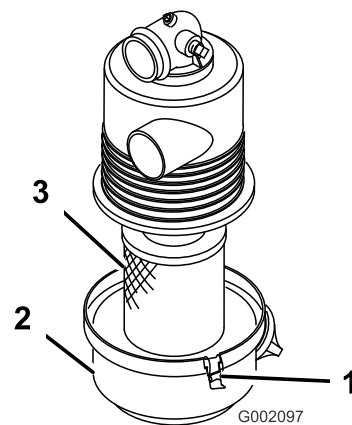

Рисунок 16
1. Проверьте корпус воздухоочистителя на отсутствие повреждений, которые могут вызвать утечку воздуха. Убедитесь, что крышка герметично установлена на корпусе воздухоочистителя (Рисунок 16).
2. Отпустите фиксаторы, крепящие крышку воздушного фильтра на его корпусе (Рисунок 16).
3. Отделите крышку от корпуса и очистите внутреннюю поверхность крышки воздушного фильтра (Рисунок 16).
3. Вставьте элемент в корпус воздушного фильтра (Рисунок 16).
4. Совместите крышку воздухоочистителя с его корпусом (Рисунок 16).
5. Закрепите крышку на корпусе фиксаторами (Рисунок 16).